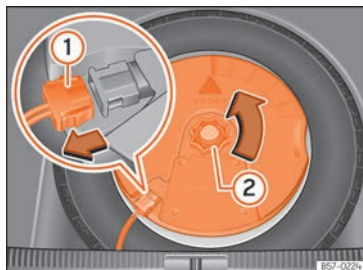

Fig. 275 Dans le coffre à bagages : démonter le subwoofer.
- Déconnectez le câble du haut-parleur subwoofer » » fig. 275 ①.
- Dévissez la molette de fixation en la tournant dans le sens inverse des aiguilles d'une montre ②.